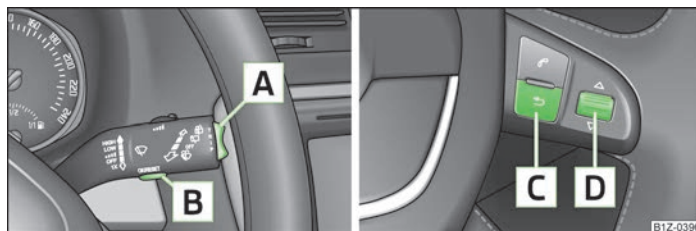

Fig. 7 Display-ul cu informații: Elemente de comandă de la maneta de acționare a ștergătoarelor de parbriz / elemente de comandă de pe volanul multifuncțional
- **Main menu** (meniul principal) se activează prin apăsarea lungă a tastei basculante **A** » fig. 7.
- **Main menu** (meniul principal) se activează prin apăsarea prelungă a tastei **A** » fig. 7.
- Dacă pe afișajul informativ apar avertizări, trebuie să confirmați aceste mesaje cu tasta **[B]** » fig. 7 de pe maneta ștergătoarelor de parbriz, respectiv cu tasta **[D]** de pe volanul multifuncțional, pentru a putea apela meniul principal.